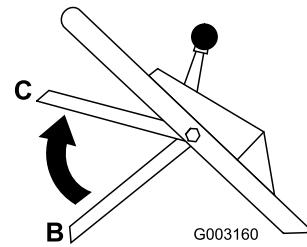

Рисунок 20
3. Поднимите штангу управления ножом вверх в среднее положение, на расстояние приблизительно на 12,7 см ниже поперечных рукояток (положение С на Рисунок 20).
4. Отпустите штангу управления ножом (положение В на Рисунок 20).